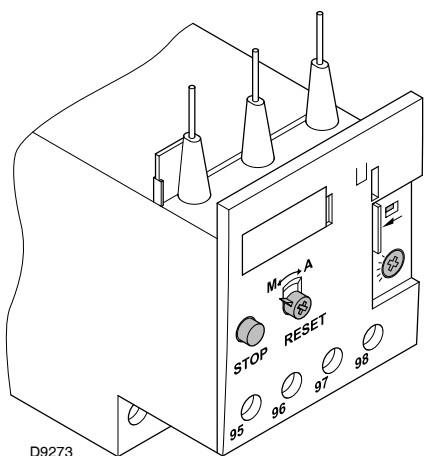

Fig. 29
El relé térmico electromecánico (Fig. 29) se utiliza para evitar daños al motor debidos a un incremento en la absorción o la pérdida de fase.
- Para reiniciar, en caso de una intervención del relé térmico, presione la tecla "RESET" (Fig. 29).
- La tecla "STOP" (Fig. 29) abre el contacto NC (95-96) y detiene el motor.